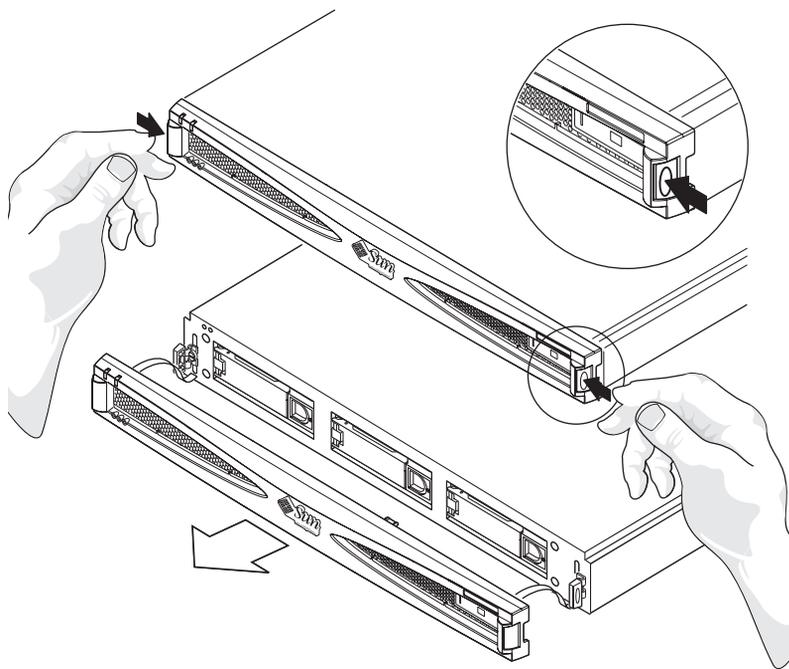

FIGURA 5-7 Rimozione del coperchio anteriore
1. Rimuovere il coperchio anteriore premendo sui ganci a entrambe le estremità e sollevando il coperchio dall'unità (vedere la FIGURA 5-7).